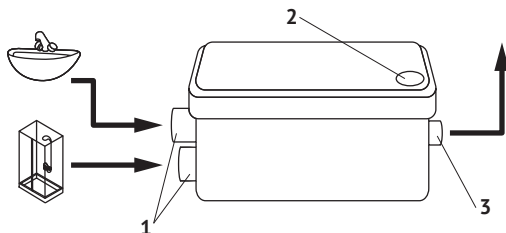

Рис. 1
Канализационная насосная станция имеет два входа для присоединения раковины и душа (1) (рис. 1). Сточные воды отводятся в канализацию через выходное отверстие (3). К выходному отверстию присоединяется угловой патрубок (А), в который устанавливается обратный клапан (D) для